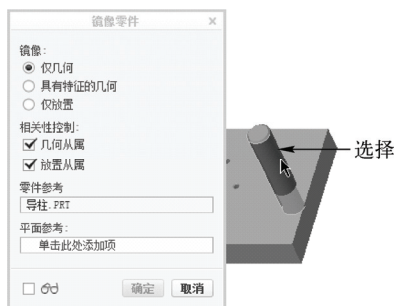

图 11-63 选择参考元件
STEP 03 单击“确定”按钮,弹出“镜像零件”对话框,在绘图区中选择合适的元件作为参考元件,如图 11-63 所示。